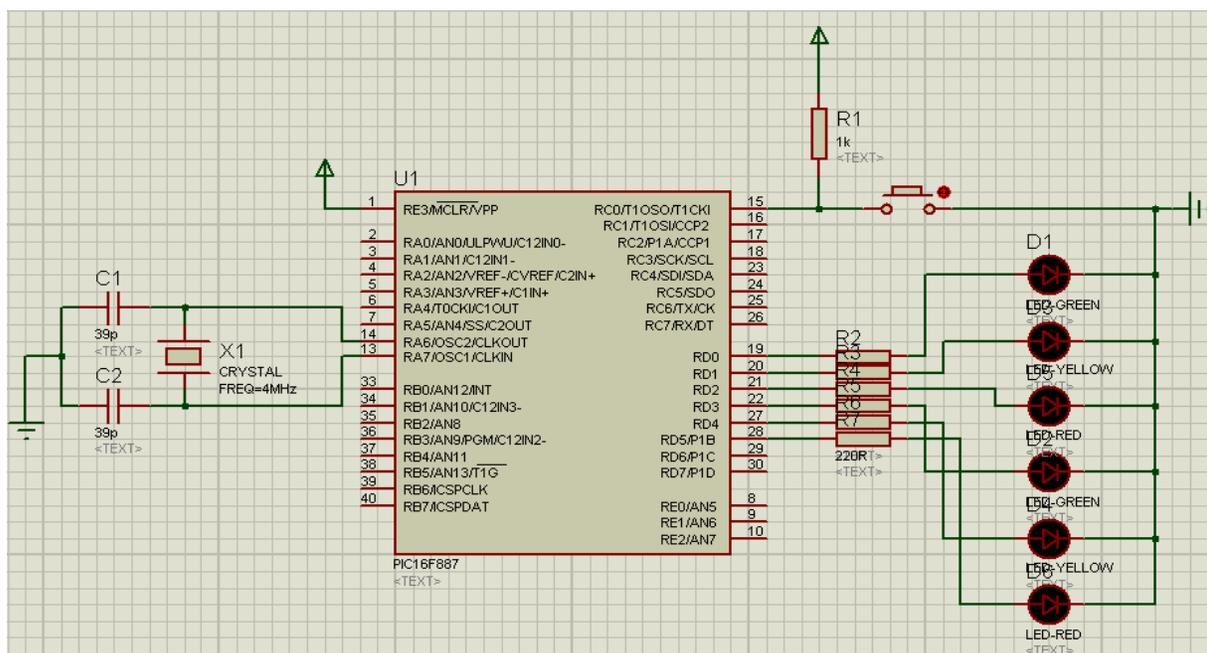

Figura 6.1
B. Compile el siguiente programa y grábalo en circuito de la figura 6.1